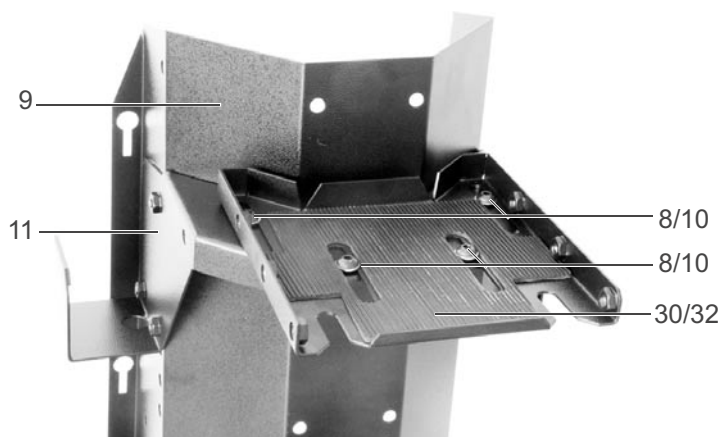

Рис. 3/20
- Крепежный лист машины (30) прикрутить винтами с внутренним шестигранником M8x10 (10) с подкладными шайбами M8 (8) на лист для настройки высоты (11). (см. также рис. 3/1).